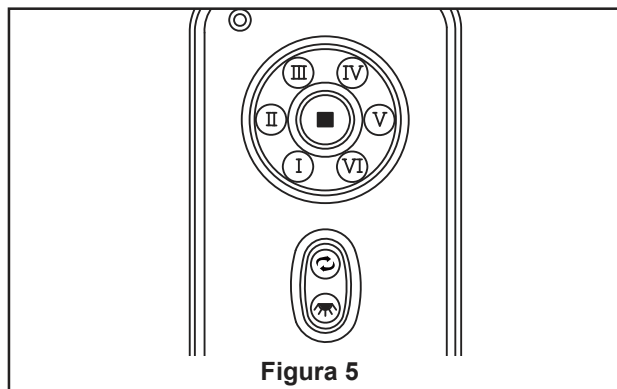

Figura 5
5. Asegure el vidrio en la ensamble de kit de luz girándolo en el sentido de las agujas del reloj y sin apretar demasiado. (Figura 5)
5. Funciones del mando a distancia: (Figura 5)